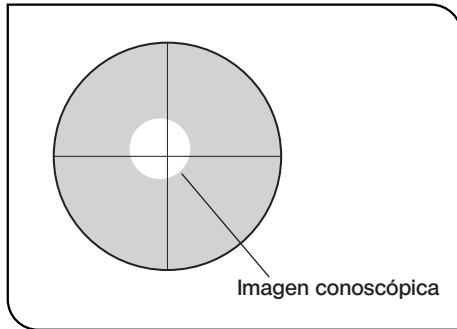

Fig. 26
6. Para añadir brillo y facilitar la observación de la imagen conoscópica durante el ajuste del eje óptico, gire el analizador alejándolo ligeramente de la posición de extinción total. (Fig. 26)